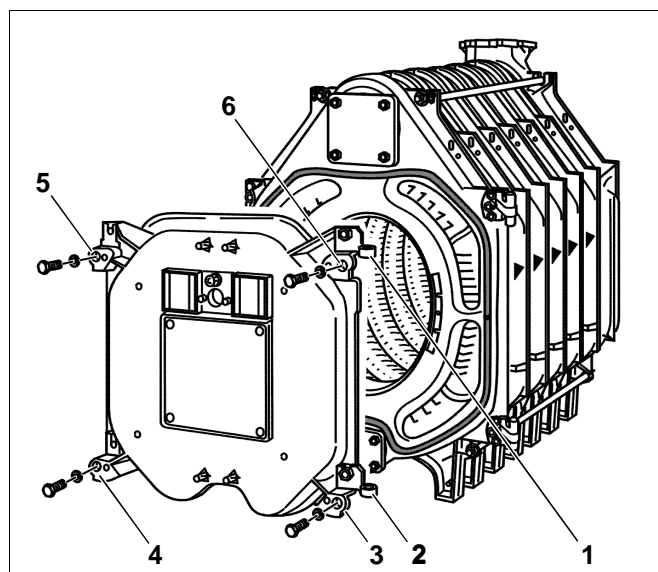

Fig. 29 Incardinare la porta del bruciatore
Entrambi gli occhielli delle cerniere (fig. 29, **pos. 1 e 2**) sono apposti di fabbrica sulla destra della porta del bruciatore. Per aprire la porta nel senso opposto, montare gli occhielli sul lato sinistro della porta del bruciatore.
- Chiudere la porta del bruciatore e bloccarla (fig. 29, **pos. 3 – 6**) con 4 bulloni (M16 x 140). I bulloni si devono fissare uniformemente stringendoli in modo incrociato.